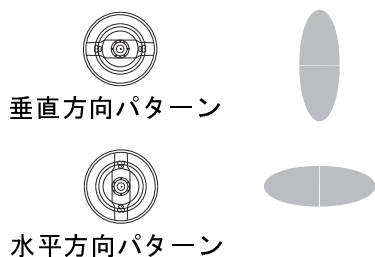

図 10. エアキャップの位置
3. エアキャップのリテーナーリングをゆるめて、縦横のスプレーパターンに応じてエアキャップを回転します。図 10 を参照してください。エアキャップが所定位置にしっかりと固定されるまでリテーナーリングを締めます。手でエアキャップホーンを回すことができない程度まで締めてください。